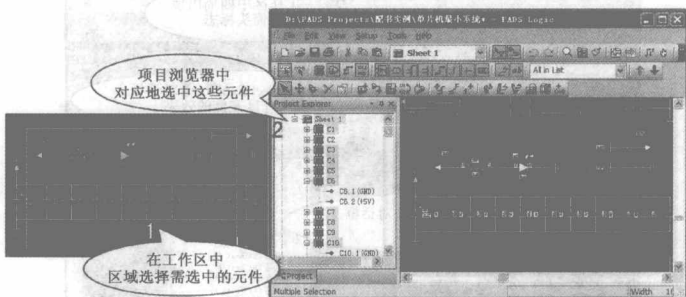

图 1-4-4 区域选择对象
2) 区域选择 可以在工作区中使用区域选择操作来选择所需的对象，其操作方法如图 1-4-4 所示。